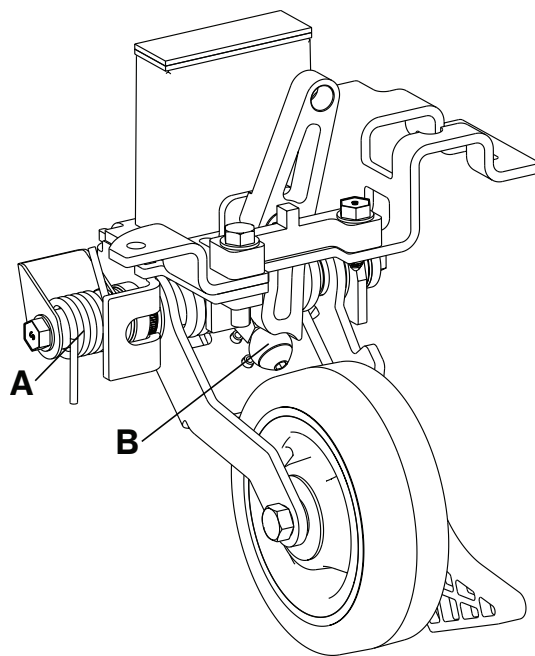

**Figura 22 – Lubrificação da quinta roda retrátil**
3. Aplique o lubrificante MPG-3 à mola (A) e à esfera (B) (Figura 22).